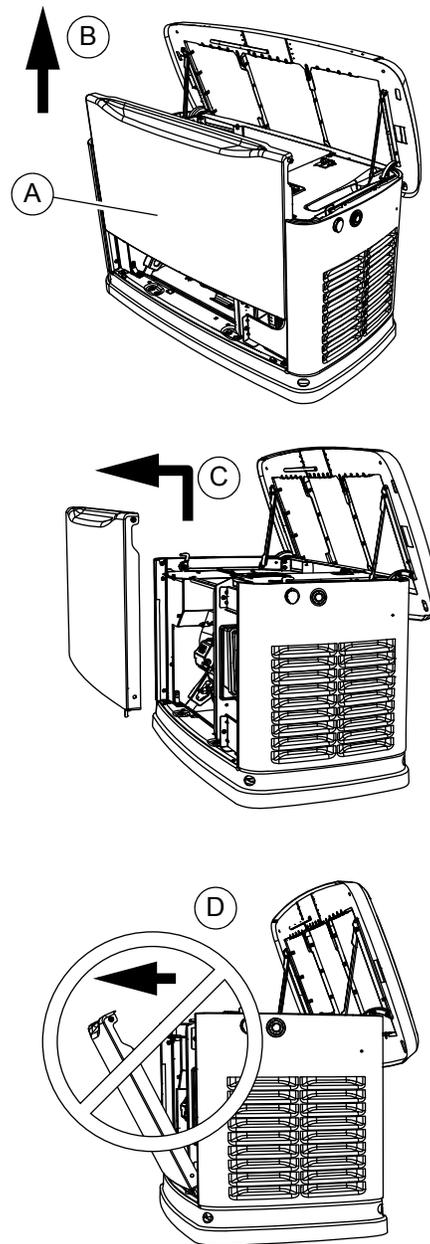

Figure 2-5. Déposer le panneau d'accès avant
Voir **Figure 2-5**. Pour déposer le panneau d'accès avant (A), le lever tout droit vers le haut après avoir ouvert le capot.